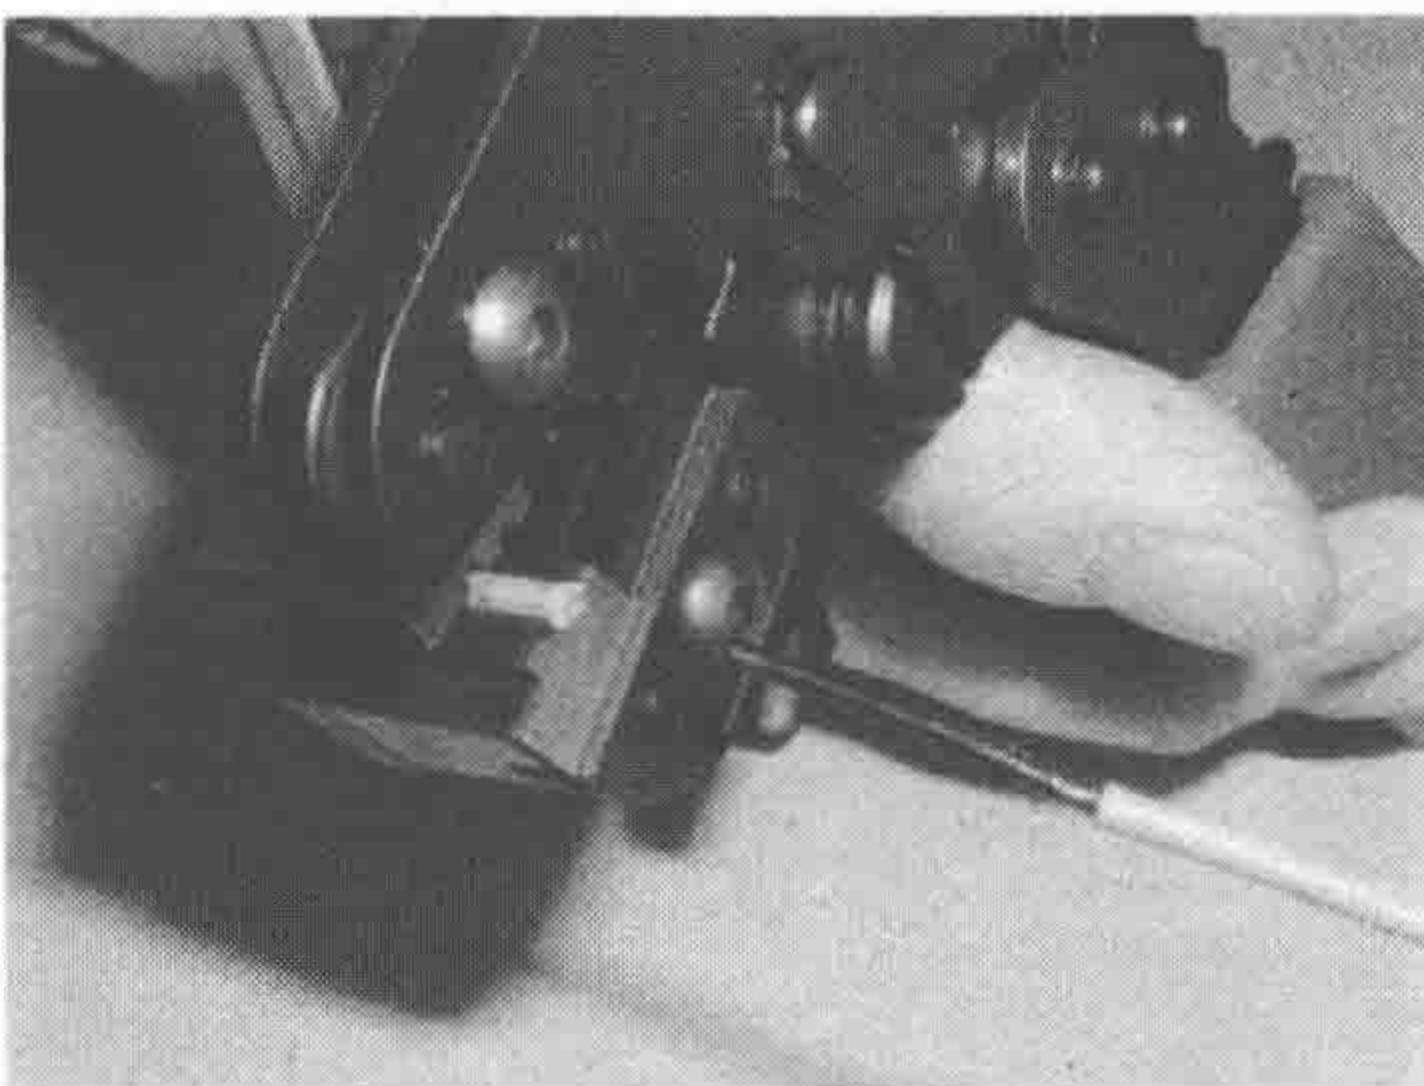

图 1-22 剥除绝缘外壳
2) 如图 1-22 所示，将光纤电缆放在 VAS 6223 剪切钳的剥除绝缘外壳刀的缺口里并且剥除绝缘外壳（橙色外壳）。